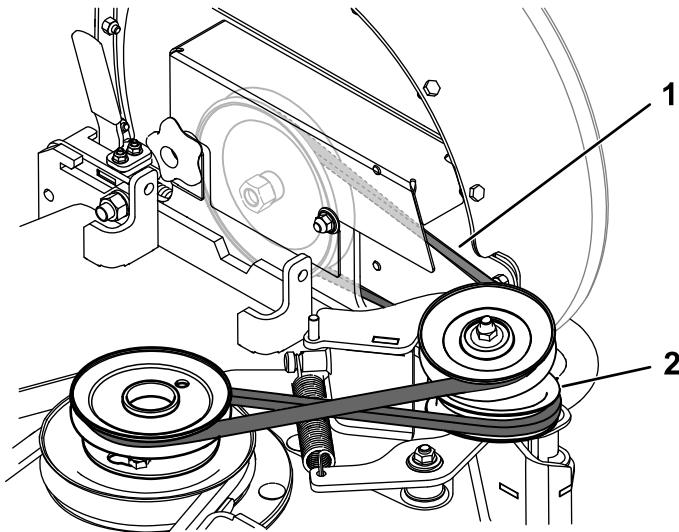

Figure 26
6. Tirez sur la poulie de tension rappelée par ressort pour détendre la courroie (Figure 26).